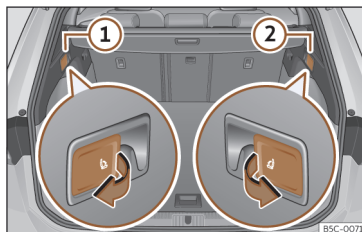

Fig. 98 Na bagageira: alavancas para o desbloqueio do encosto traseiro.
- Puxe a alavanca de desbloqueio à distância da parte esquerda >>> **Fig. 98 ①** o derecha **②** do encosto no sentido da seta. A parte desbloqueada do encosto traseiro rebate-se automaticamente para a frente.